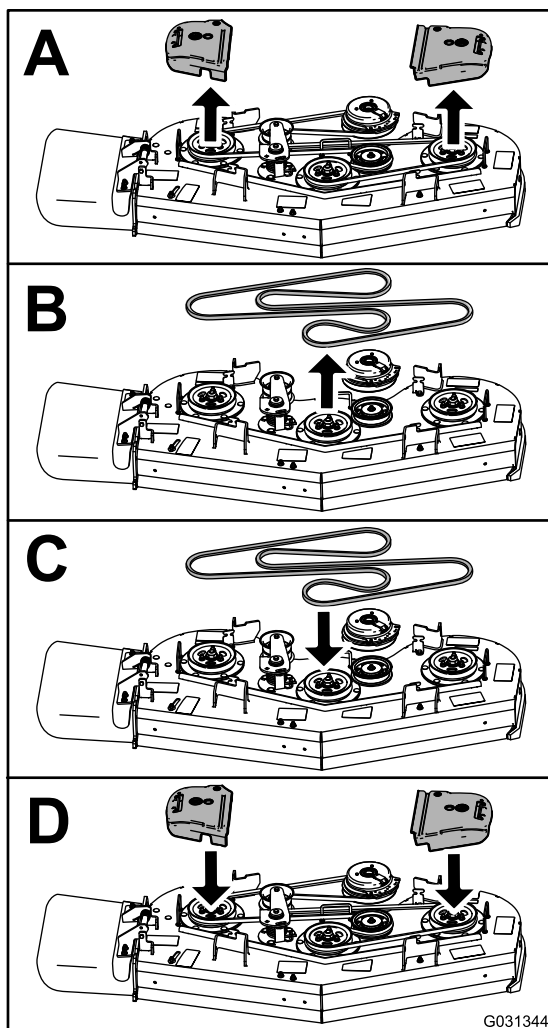

図 66
4. 図 66 に示すようにベルトを交換する。
7. クラッチとクラッチストップからデッキベルトを外す(図 66)。